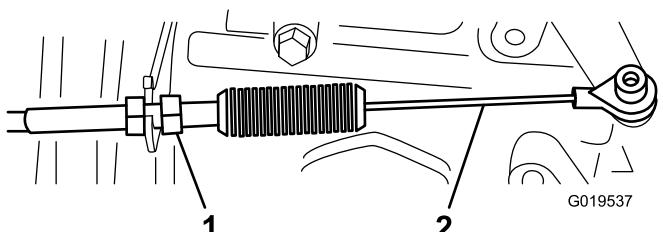
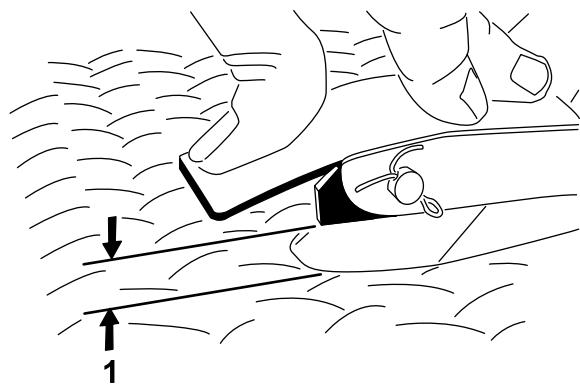

Figura 64
Figura 65
2. Ajuste la articulación esférica del cable del acelerador (Figura 64) hasta que haya un espacio de 2.54 a 6.35 mm (0.100"-0.250") entre el brazo del pedal del acelerador y el borde superior del dibujo a rombos de la chapa de suelo (Figura 65) al aplicar una fuerza de 11.3 kg (25 libras) al centro del pedal.
3. Apriete la contratuerca (Figura 64).